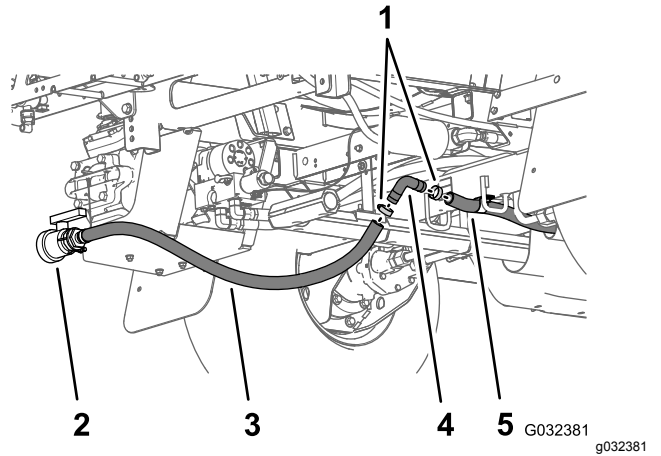

图55
- 将您在步骤3中取出的90度宝塔接头插入排水阀软管和后水箱排水软管图55。
- 使用在步骤2图55中取下的2个软管夹固定90度宝塔接头和排水软管。